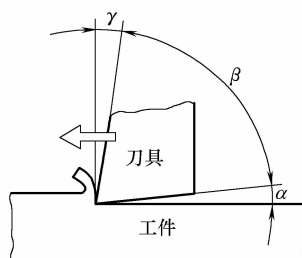

图 4-4
12. 图 4-4 中的角  $\alpha$  叫什么？
- ① 楔角
- ② 后角
- ③ 刀尖角
- ④ 前角
- ⑤ 尖角